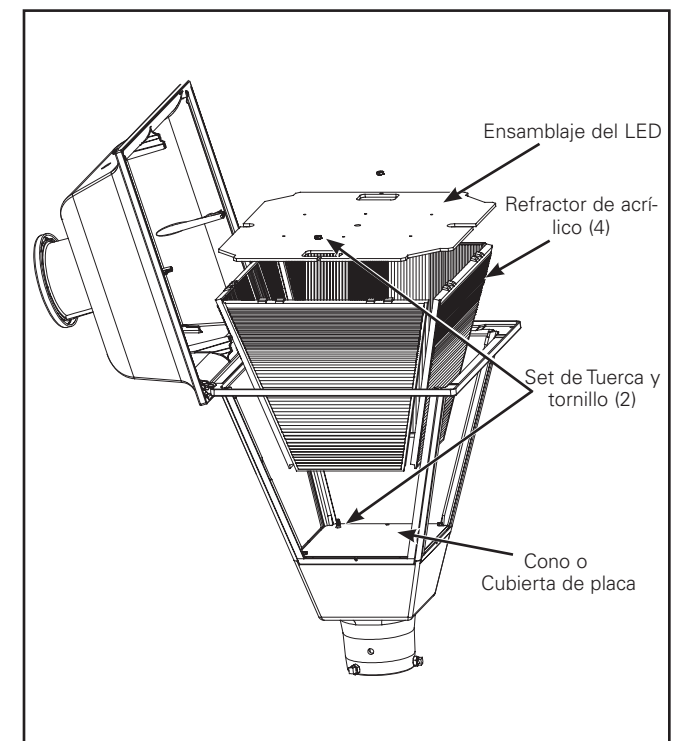

Figura 4.
- Quite las dos tuercas y atornille el ensamble del LED (Figura 4.) usando un destornillador estrella y levante el ensamble del LED hacia un lado.